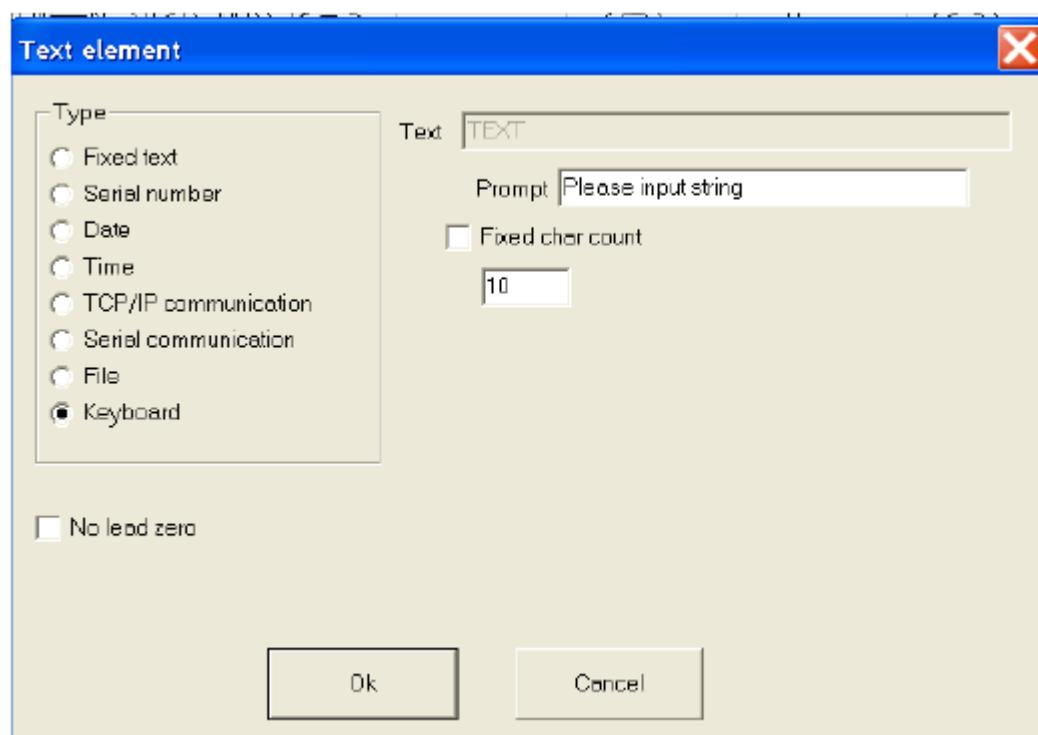

Рис. 4-50-а Клавиатура
- 2) Появится сообщение, нажать кнопку ОК. После этого появится окно, показанное на Рис. 4-50-б.